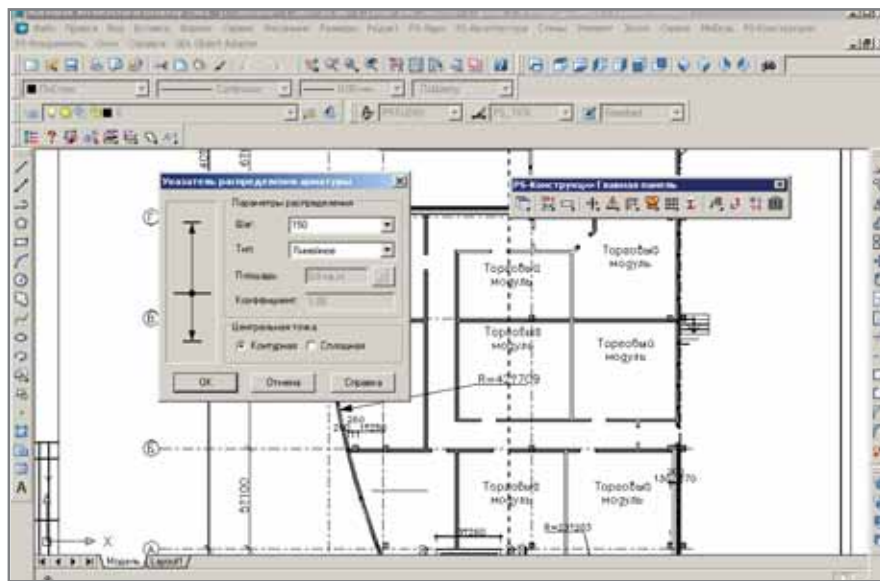

Рис. 2
- *автоматическое распределение и подсчет арматуры в схемах армирования* — используя этот инструмент, проектировщик избавляется от необходимости подсчитывать стержни и сетки на схеме армирования. Достаточно задать необходимый шаг или нахлест и указать границы распределения — все остальное осуществляется в автоматическом режиме (рис. 2);